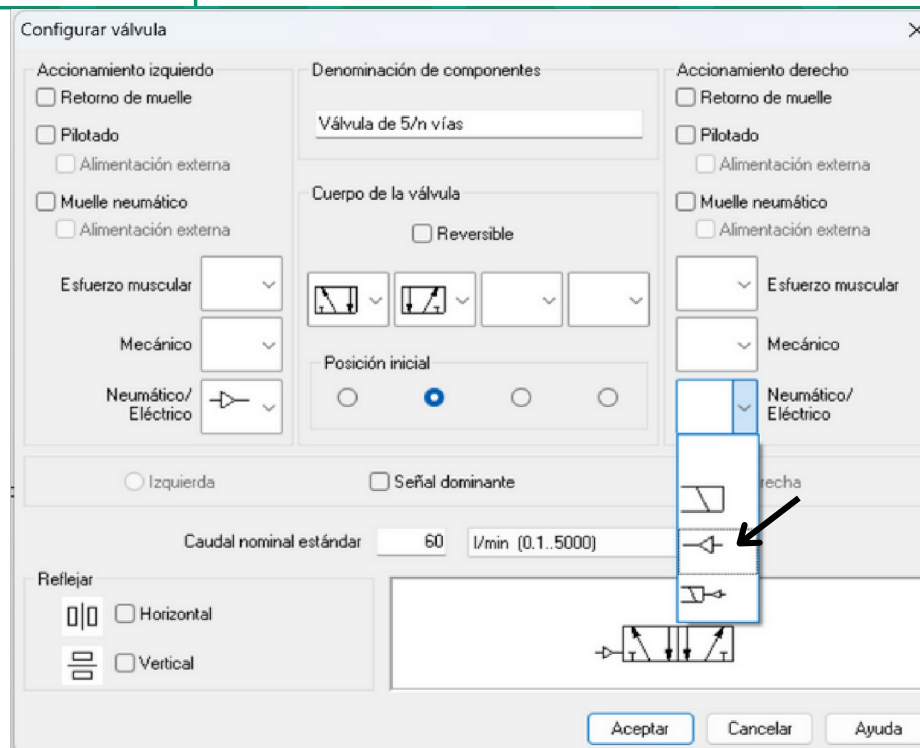

Ilustración 1.14
Paso 6.- Configuraremos nuestra válvula 5/2 vías colocando accionamiento neumático por ambos lados. (Ilustración 1.14).